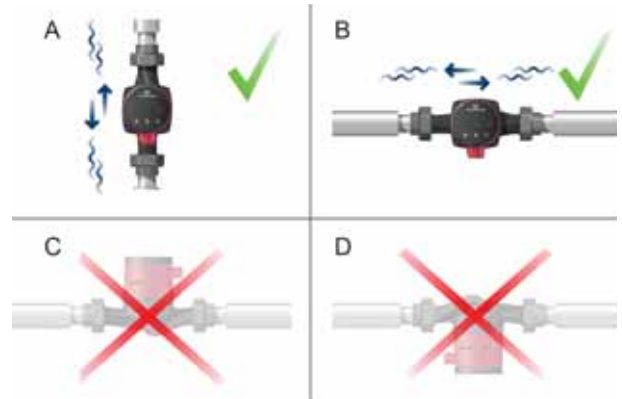

Fig. 2 Pozițiile cutiei de control
- Pompa instalată corect într-o conductă verticală. Vezi fig. 2, poz. A.
- Pompa instalată corect într-o conductă orizontală. Vezi fig. 2, poz. B.
- Nu instalați pompa cu arborele motorului vertical. Vezi fig. 2, poz. C și D.